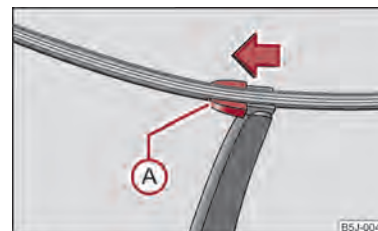

Fig. 32 Spazzola tergilunotto
- Sollevare il braccio portaspazzola dal parabrezza e posizionare la spazzola in posizione perpendicolare rispetto al braccio ⇒ fig. 32.
- Con l'altra mano sbloccare il fermo (A) ed estrarre la spazzola nella direzione indicata dalla freccia.